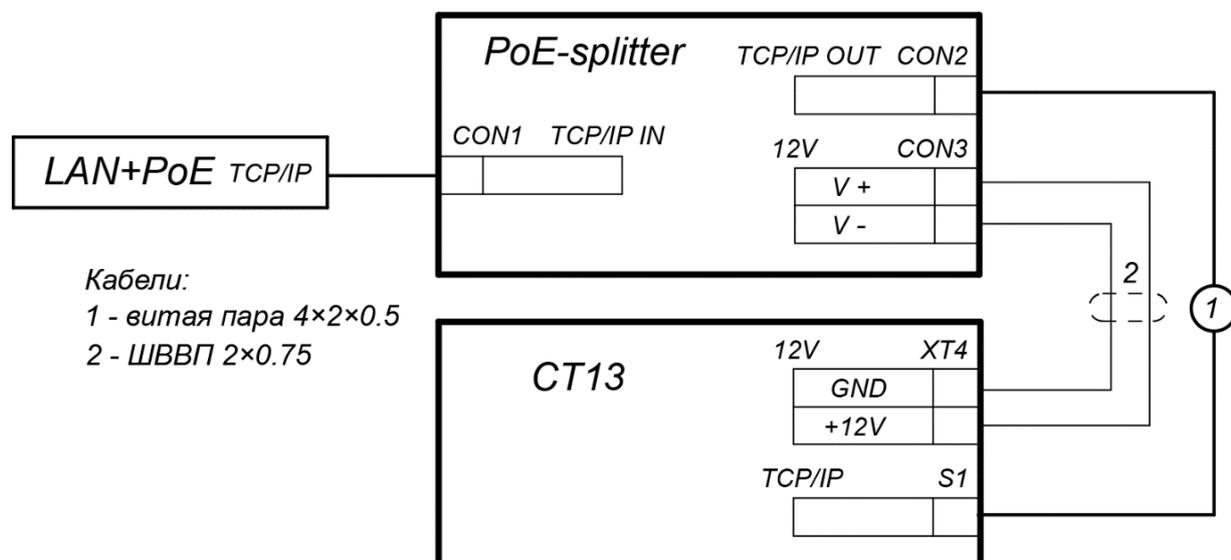

Рисунок 32. Схема подключения контроллера ЭП
3. Подключите цепь питания контроллера ЭП к разъему **Con3** сплиттера. Схема подключения приведена на рис. 32 (штекер для подключения к разъему входит в комплект поставки сплиттера).